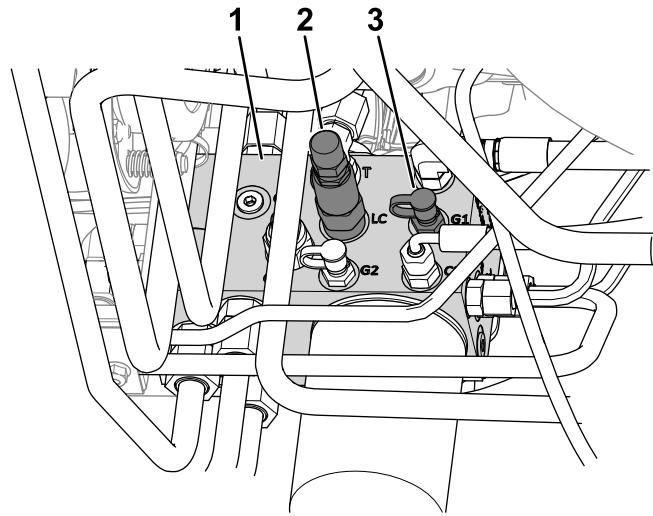

Bild 20
- Schließen Sie ein Manometer an den Prüfanschluss an (gekennzeichnet mit G1, siehe Bild 20).
- Gewichtsverlagerungsspule (LC)
- Entfernen Sie an der Seite des Hubverteilers die Kappe vom Prüfanschluss (gekennzeichnet mit G1, siehe Bild 20).
6. Lösen Sie die Klemmmutter am Ende der Gewichtsverlagerungsspule (gekennzeichnet mit LC, siehe Bild 20).